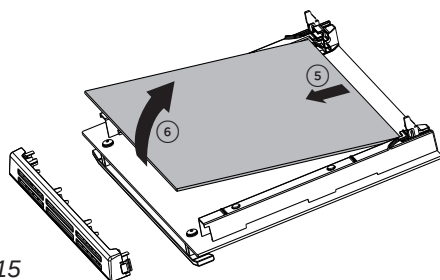

Fig. 8.15
- Sollevare ed estrarre delicatamente il vetro intermedio sganciandolo dagli incavi di aggancio inferiori (fig. 8.15).
- Lift and gently remove the intermediate glass, unhooking it from the lower retaining slots (figure 8.15).